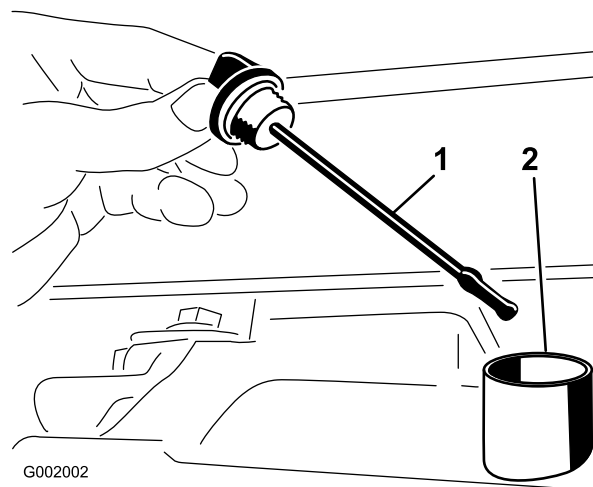

Рисунок 65
2. Выньте измерительный щуп ведущего моста и протрите его чистой ветошью (Рисунок 65).